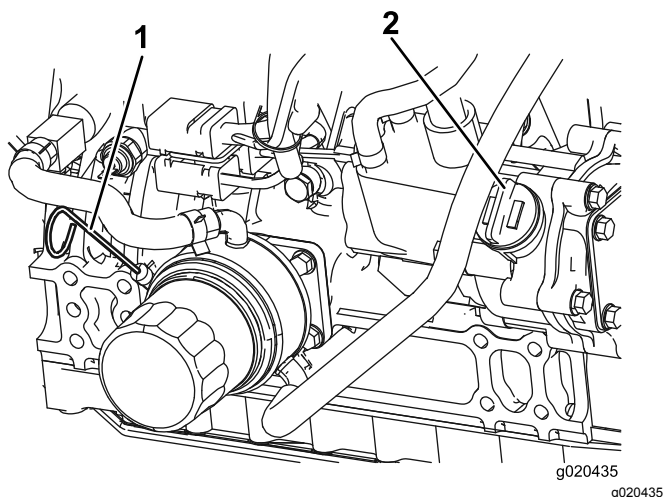

Figure 51
2. Sortez la jauge, essuyez-la sur un chiffon propre, remettez-la dans le goulot de remplissage, puis ressortez-la. Le niveau d'huile doit se situer entre les repères minimum et maximum (Figure 51).